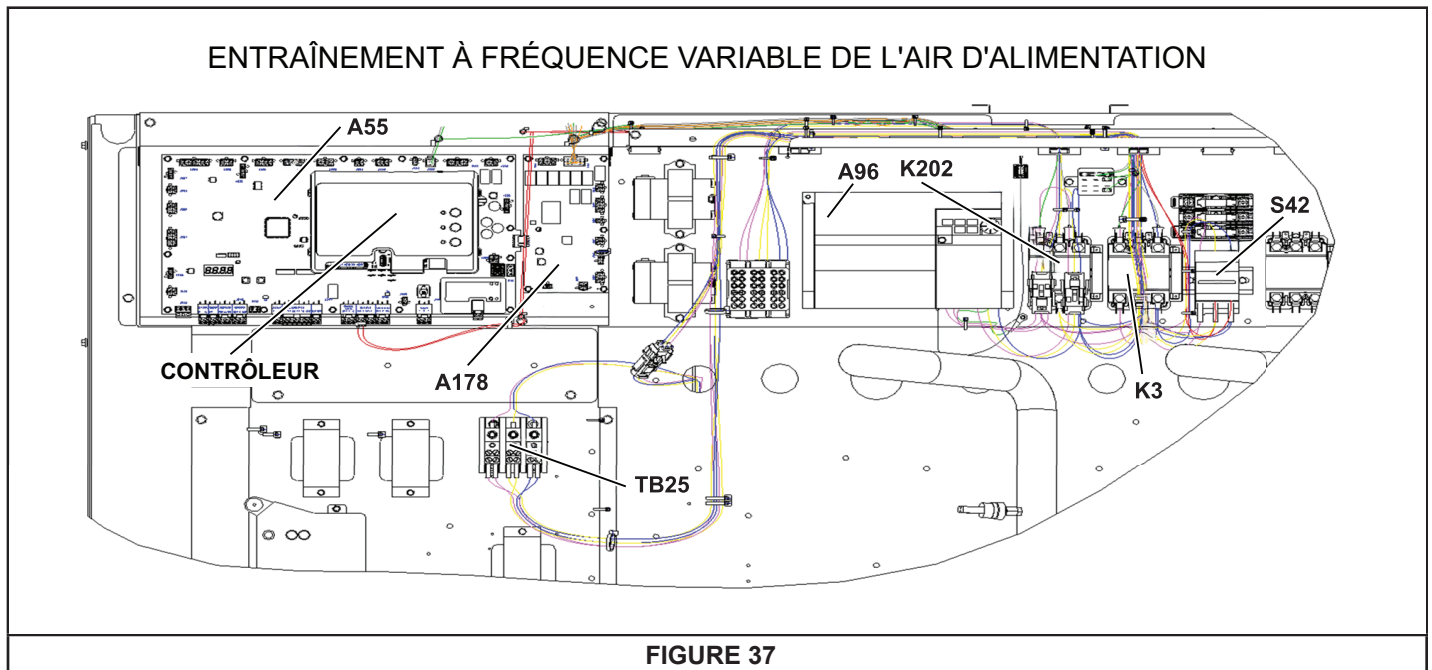

FIGURE 37
Le VFD de l'air d'alimentation (A96) est situé près des compresseurs. Voir FIGURE 37.
- 4 - Localiser le contrôleur de l'unité A55. Voir FIGURE 37.